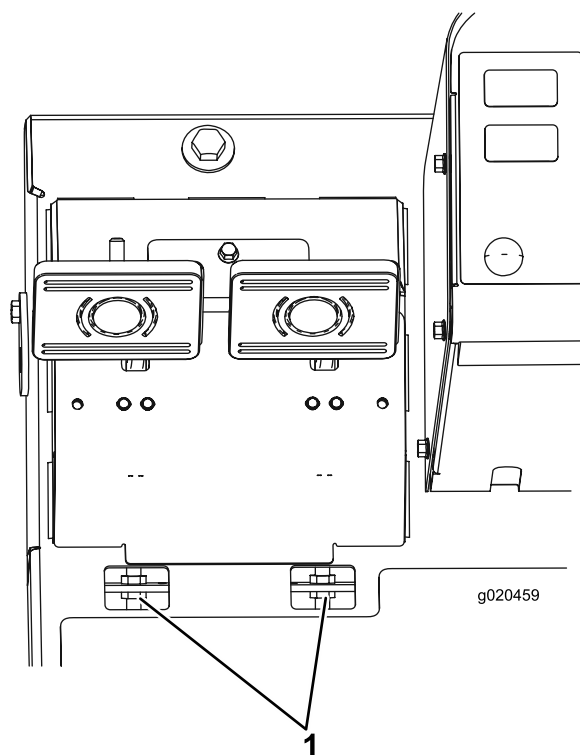

Figura 92
- B. Desaperte a porca dianteira na extremidade roscada do cabo do travão (Figura 92).